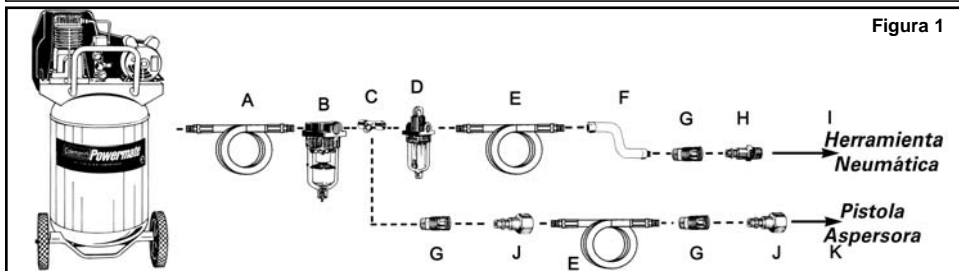

Figura 1
5. Conecte la herramienta al acoplador rápido de la manguera de aire. **NOTA:** Se recomienda utilizar una manguera de conexión flexible con un cabezal giratorio (P012-0079SP - no incluida) para evitar que la manguera de aire se doble, enrosque o gaste demasiado (ver ítem "F" en la figura 1 para las conexiones recomendadas).
Para conservar el funcionamiento óptimo de la herramienta neumática, debe ser lubricada cada vez que se utiliza. Las partículas, el polvo, el óxido y los residuos de aceite se acumulan dentro de la herramienta y reducen su desempeño. Se recomienda utilizar un engrasador en línea para una lubricación automática adecuada (ver Figura 1). Si no dispone de un engrasador en línea, puede lubricar la herramienta de forma manual a través del orificio de entrada (ver Figura 6).